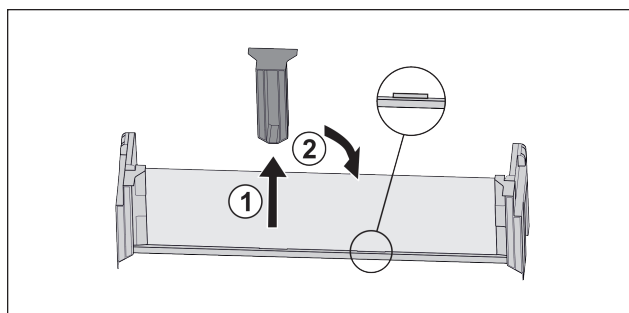

Fig. 110
- ▶ Desprindeți piesa de susținere intermediară Fig. 110 (1).
- ▶ Introduceți piesa de susținere intermediară la a doua poziție Fig. 110 (2).